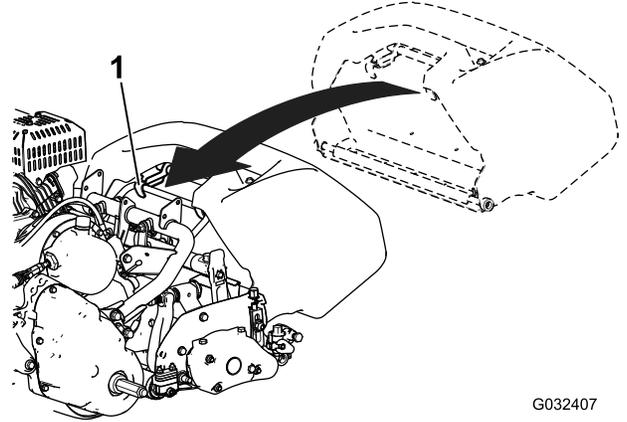

图11
1. 抓住集草斗的手柄(图11)。
2. 将集草斗凸缘放入滚刀组侧板之间前滚筒之上图11。
3. 将集草斗钩安装到环形机架上(图11)。